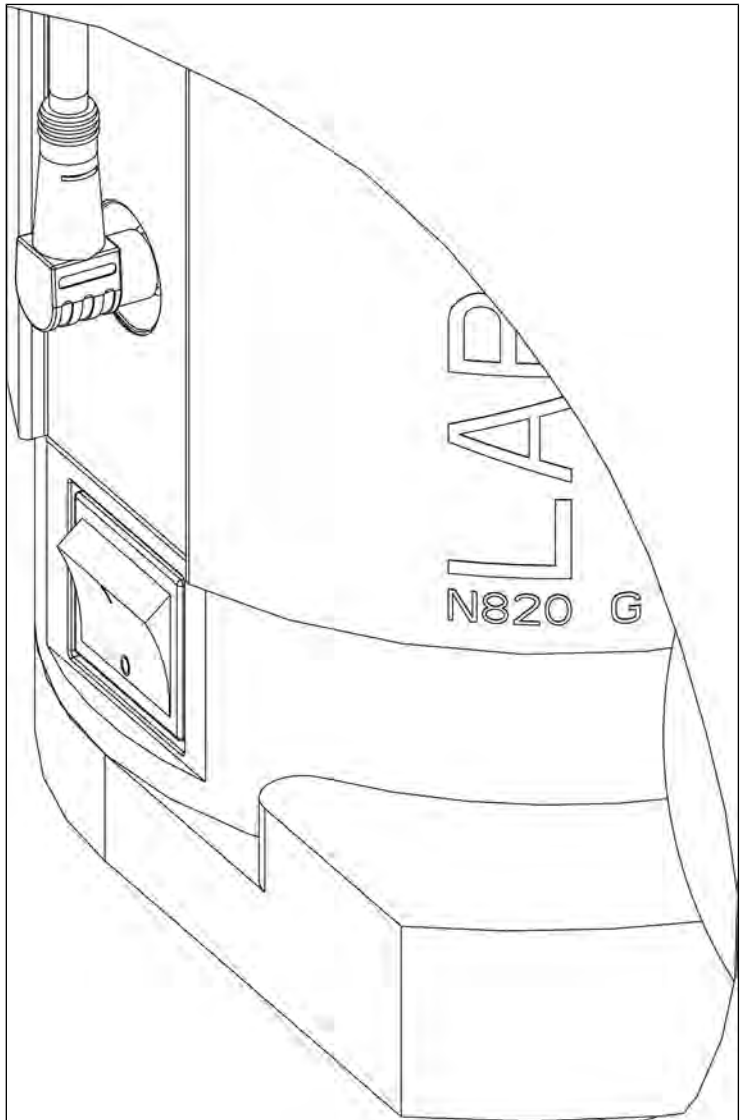

Abb. 11: Vakuumsystem ein- und ausschalten mit Netzschalter
- Schalten Sie das Vakuumsystem mit dem Netzschalter ein (siehe Abb. 11).